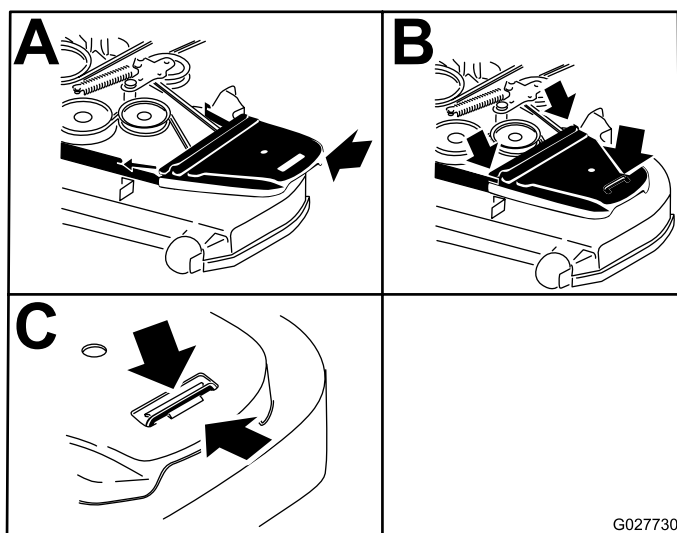

Figura 92
14. Instale las cubiertas de la correa (Figura 92).